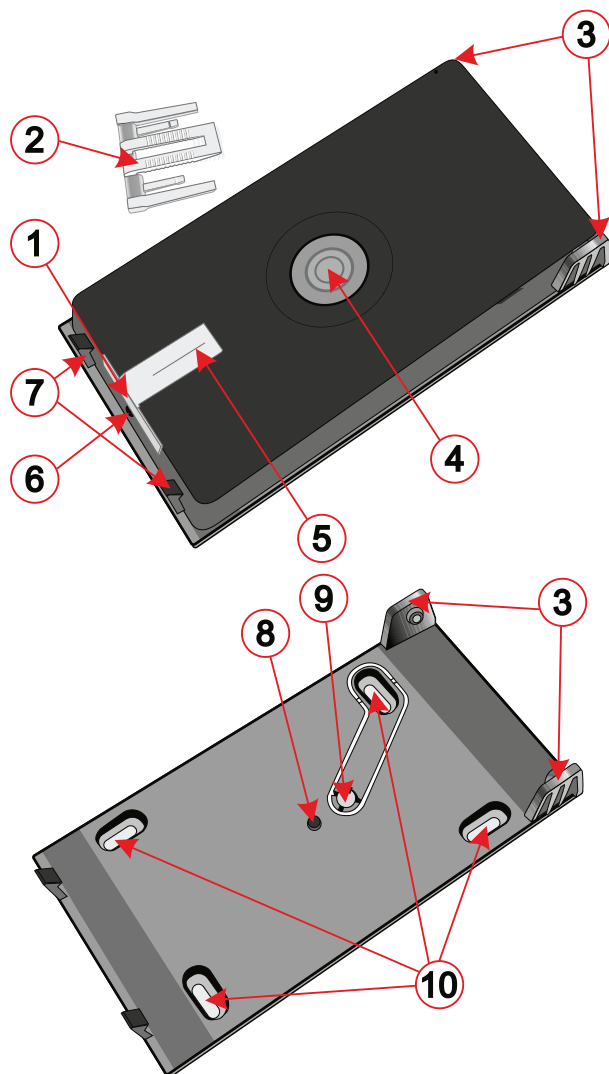
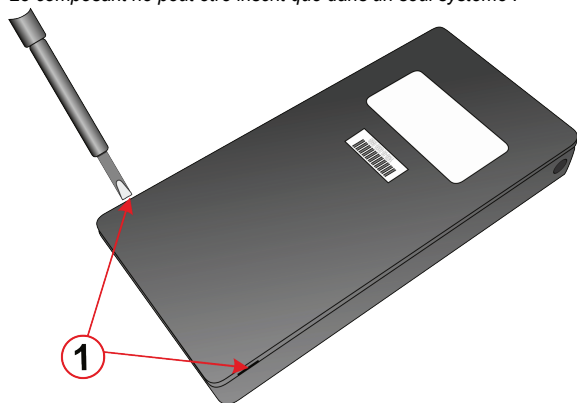

Fig. 1 : Bouton panique et plateforme de montage - description des différentes parties
Fig. 3 : méthode d'ouverture du bouton panique et de retrait du guide lumineux afin de le remplacer par un support pour billets de banque
Pour utiliser cette fonction, il est nécessaire de remplacer le guide de lumière par défaut, comme indiqué sur la figure 3, par un guide de lumière équipé d'un clip (2) sur la figure 1, qui est inclus dans l'emballage. La détection de retrait de billets peut être utilisée pour protéger des contrats ou tout autre document de valeur dans un coffre-fort ou une boîte de sécurité.
Nous vous recommandons d'installer le bouton d'alarme panique sur la plate-forme de montage (Fig. 1). La plate-forme de montage permet l'installation sur différents types de surfaces et la détection de sabotage si le composant est retiré de la plate-forme de montage.
1. Retirez le bouton panique de sa plate-forme de montage en appliquant une légère force sur les côtés des charnières, (3) voir Fig.1, pour les séparer l'une de l'autre. La meilleure façon de réaliser cette action est d'utiliser un outil plat.
2. Fixez la plate-forme de montage à l'emplacement souhaité à l'aide de quatre vis. (10).
3. Retirez la plaque arrière du composant, cette action peut être effectuée en faisant lever à l'aide d'un tournevis à tête plate comme indiqué sur la Fig.3.